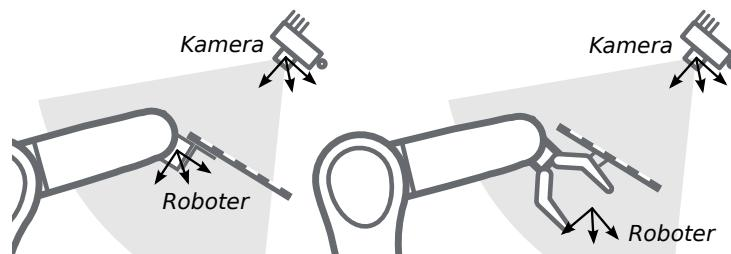

Abb. 6.23: Alternative Montageoptionen für die Befestigung des Kalibriermusters am Roboter
6.22 und Abb. 6.23 angegeben, angebracht werden.
**Bemerkung:** Für das Modul zur Hand-Auge-Kalibrierung spielt es keine Rolle, wie das Kalibriermuster in Bezug auf das benutzerdefinierte Roboter-Koordinatensystem genau angebracht und positioniert wird. Das bedeutet, dass die relative Positionierung des Kalibermusters zu diesem Koordinatensystem weder bekannt sein muss, noch für die Kalibrierroutine relevant ist (siehe in Abb. 6.23).